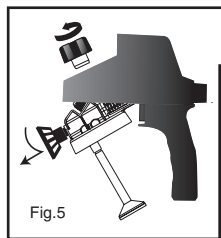

Fig.5
- Enlevez le bouton supérieur, poussez légèrement l'embout vers le bouton et tirez vers le bas et vers l'avant pour libérer le cylindre du piston du reste du pistolet (Fig.5).